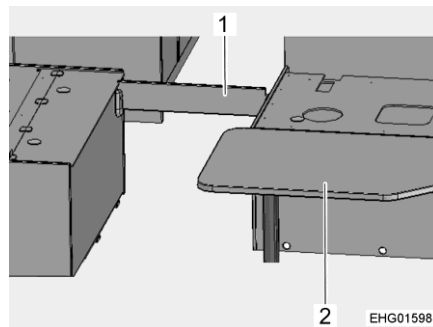

Fig. 107 Pendant la transformation
- Convertir la table (Fig. 107,2) en sommier de lit (voir paragraphe 7.6).
- Mettre le renfort (Fig. 107,1) en place.